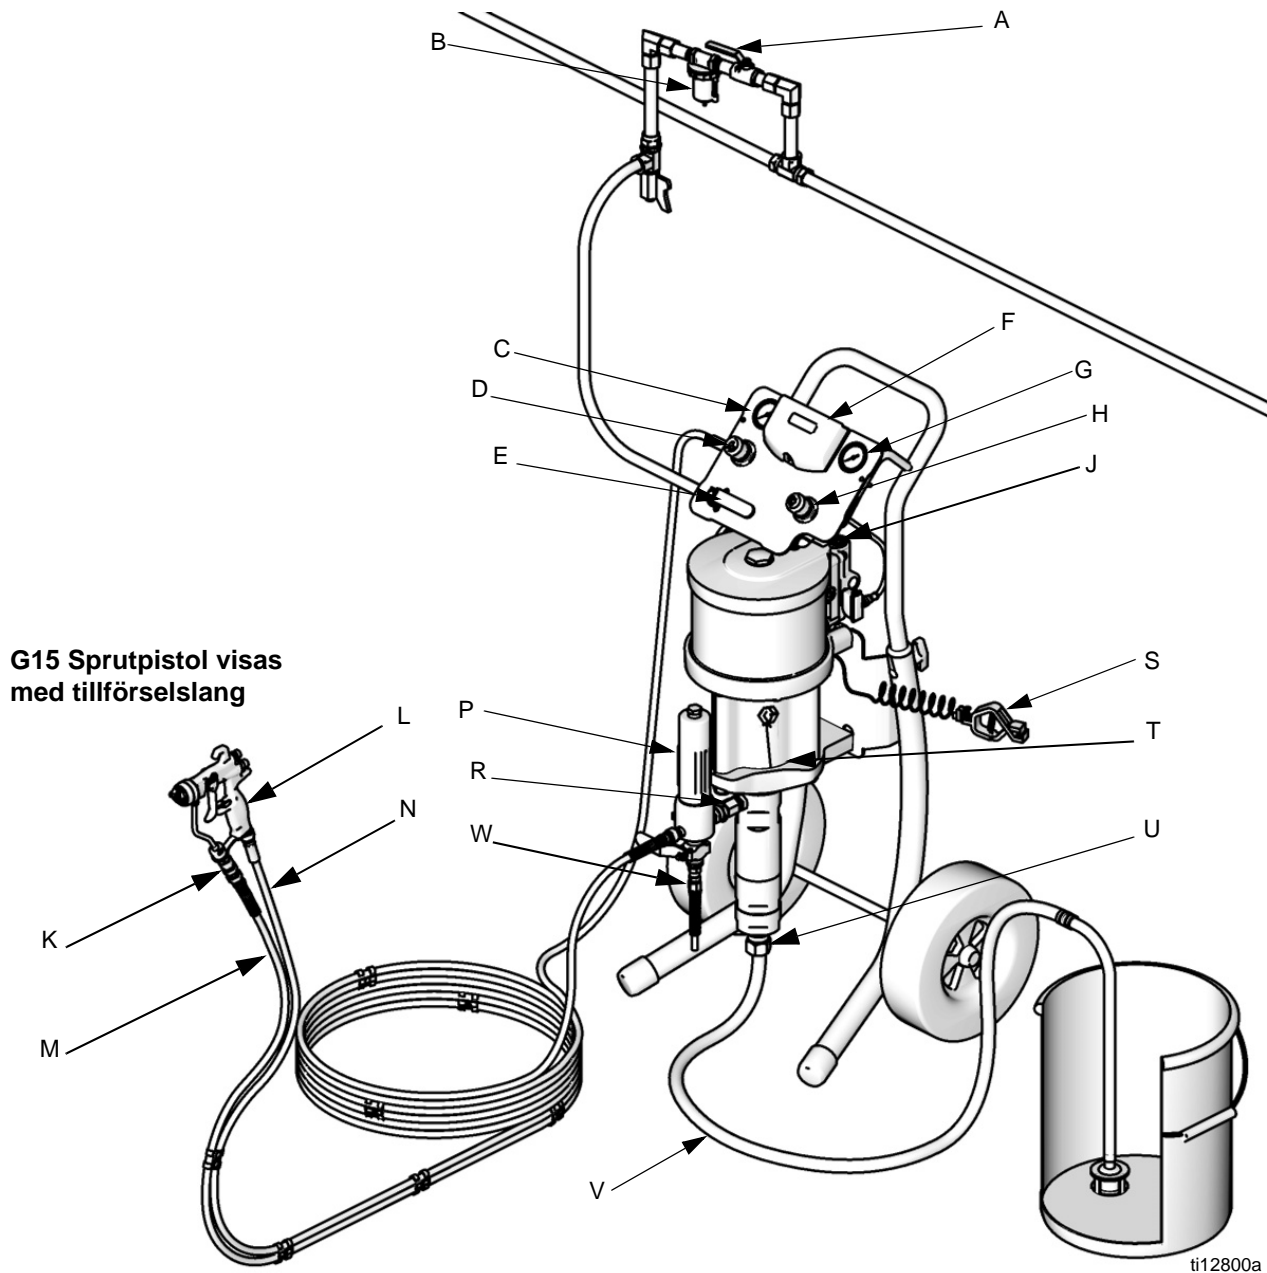

FIG. 1. Typisk installation (ditt paket innehåller inte nödvändigtvis alla föremål som visas.)
FIG. 1 är endast en vägledning för val och installation av systemkomponenter och tillbehör. Kontakta din Graco leverantör så får du hjälp med konstruktion av ett system som är anpassat till dina specifika behov.
Se FIG. 1. **Komponenterna varierar beroende på vilket paket som beställs.** Se tabellerna på sida 7 till 15. Ditt paket kan inkludera:
Installera följande tillbehör i den ordning som visas i FIG. 1 och använd adaptrar efter behov.
1. Se FIG. 1. Fäst änden på den blå vätskeslangen (M) till pumputtaget (R) eller filteruttaget (P).
2. Anslut en av luftslangens ändar (N) till pistolens tryckluftsregulator (D).
3. Anslut den andra änden på luftslangen (N) till luftintaget på pistolen (L).
4. Anslut pistolsviveln till vätskeintaget (K) på pistolen.
5. Fäst den andra änden av den blå vätskeslangen (M) till pistolsviveln (K).
2. Se FIG. 1. Stäng av huvudluftventilen av avluftningstyp (D).
1. Se FIG. 1. Spärra pistolens avtryckare. Ta bort munstycksskyddet och munstycket från pistolen (L). Se handboken för pistolen.
2. Stäng pistolens tryckluftsregulator (D) och pumpens tryckluftsregulator (H) genom att vrida rattarna motsols och minska trycket till noll. Stäng den avluftande luftventilen (E). Kontrollera även att alla dräneringsventiler är stängda.
3. Anslut luftledningen till den avluftande luftkranen (D).
6. Håll pistolens metalldel (L) stadigt mot kanten av ett jordat metallkärl, öppna avtryckaren och låt den vara öppen.
8. Öppna de avluftande luftventilerna (E). Vrid sakta pumpluftregulatorn (H) medurs tills pumpen startar.